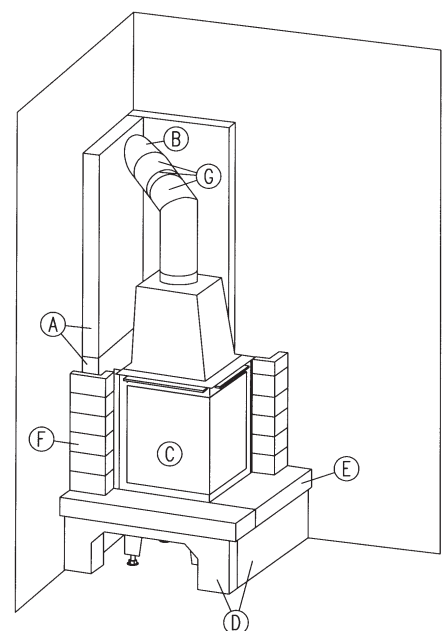

Abb. 6
- 8.3 Stecken Sie Bogen und Rauchrohr zusammen und dichten Sie den Rauchrohrbogen mit Kesselkitt (gut durchrühren) an dem Rauchgasstutzen ein. Legen Sie dazu eine dünne Schicht Kesselkitt um den Stutzen. Auch alle Rauchrohrverbindungen untereinander und die Segmente der Rauchrohrbögen werden mit Kesselkitt abgedichtet. Um die Verbindung zwischen Rauchrohr und Rauchrohrbogen wird jeweils eine Klemmschelle gezogen. (**Abb. 6**)